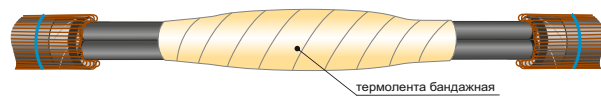

Рис. 10
16. Сведите жилы как можно плотнее друг к другу. Для дополнительной стяжки и герметизации поверх жил произведите намотку термоленты с натяжением и 20% перекрытием. Конец термоленты затяните узлом (рис.10).